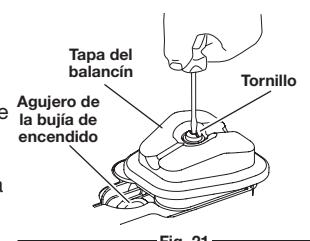

Fig. 21
6. Quite el tornillo que sujetla la tapa del balancín utilizando la herramienta adecuada (Fig. 21). Quite la tapa del balancín y la junta.
- El pistón se encuentre en la parte superior de su recorrido mirando en el orificio de la bujía de encendido (Fig. 21)
10. Vuelva a instalar la tapa del balancín utilizando una junta nueva (Fig. 21). Apriete el tornillo a: 20-30 pulgada•libra (2.2-3.4 N•m).
13. Vuelva a instalar la tapa del balancín utilizando una junta nueva (Fig. 21). Apriete el tornillo a: 20-30 pulgada•libra (2.2-3.4 N•m).